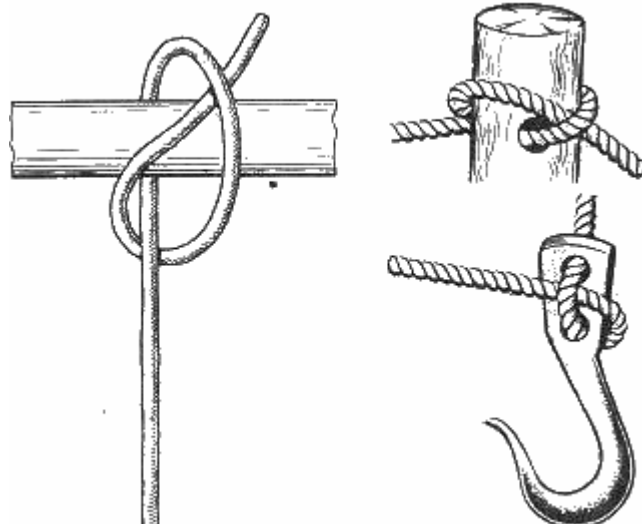

Рис. 44. Самозатягивающийся узел
**Самозатягивающийся узел** (рис. 44). Из всех примитивных узлов этот, пожалуй, самый оригинальный, что называется "проще не придумаешь". К коренной части троса этого узла можно приложить тягу, соразмерную прочности троса, и он будет надежно держать. Чем больше тяга, тем сильнее шлагом прижимается свободный ходовой конец, узел сам себя затягивает. Это, по существу, простейшая форма удавки (см. рис. 65).